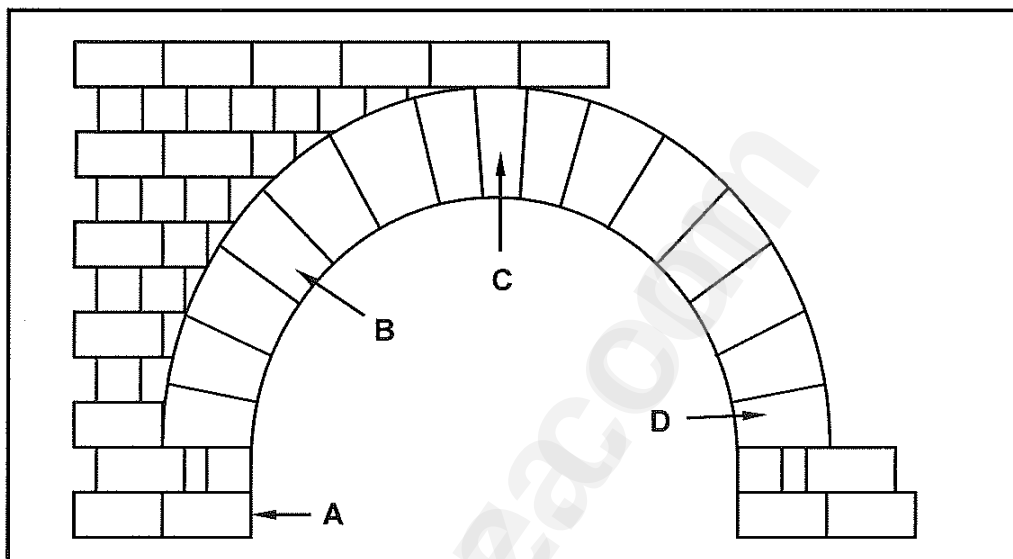

FIGUUR 5.1
5.1 FIGUUR 5.1 hieronder toon 'n werker wat op 'n konstruksierrein besig is.